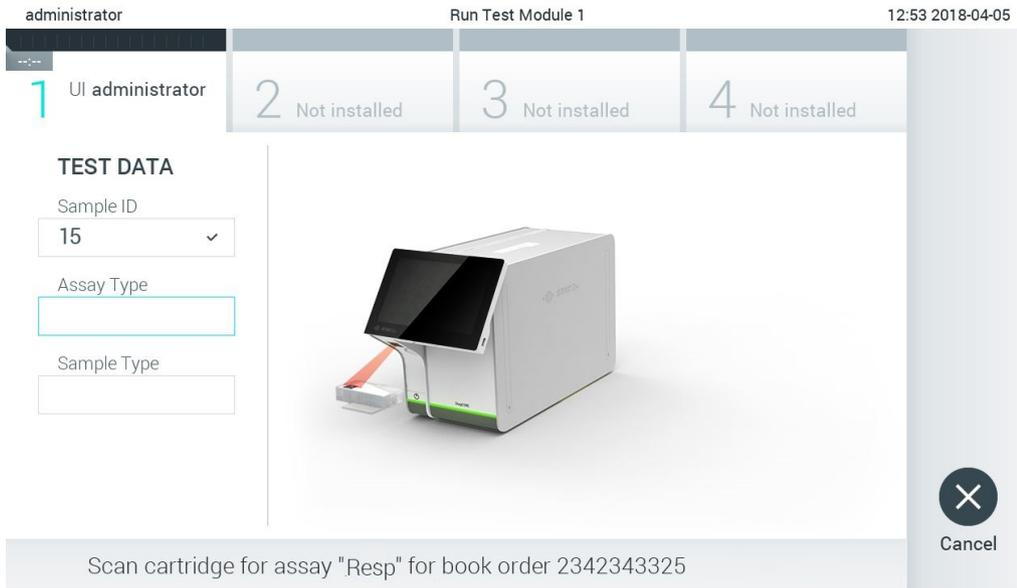

Abbildung 84. Scannen des Barcodes der QIAstat-Dx Assay-Kartusche.
4. Wenn die Testanforderung erfolgreich vom Host empfangen wurde, wird der Text „Scan cartridge for assay <assay_name> and book order <order_number> (Kartusche für Assay <Assay_Name> und Anforderungsnummer <Bestellnummer> scannen)“ angezeigt. Scannen Sie den Barcode der angegebenen QIAstat-Dx Assay-Kartusche (Abbildung 84).